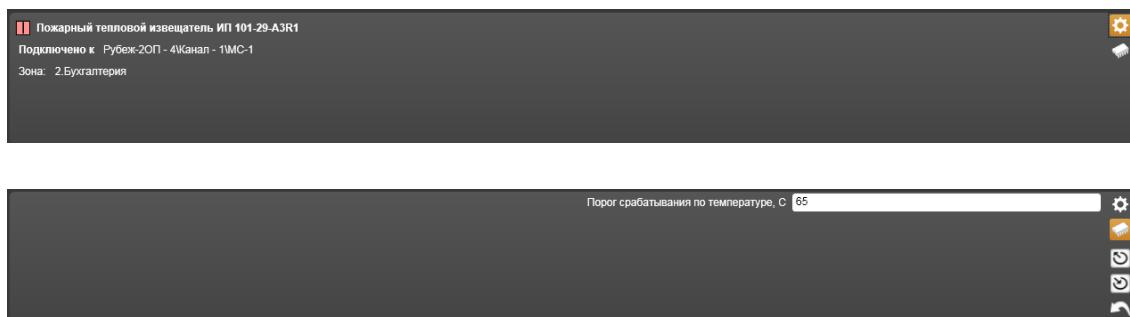

Рисунок 14.3.53 – Свойства Пожарного теплового извещателя ИП 101-29-А3Р1
14) **Пожарный тепловой извещатель ИП 101-29-А3Р1 (ИП-29)** (Рисунок 14.3.53).
- – **Параметры по умолчанию** – значок, при щелчке на котором происходит считывание параметров из памяти компьютера в таблицу параметров текущей закладки (Нижний рисунок 14.3.53).